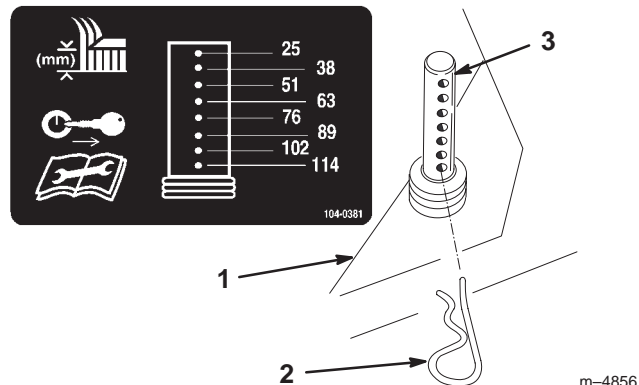

Figure 33
12. Choisissez le trou correspondant à la hauteur de coupe voulue et soulevez le côté et l'avant de la machine pour aligner les trous avant d'introduire la goupille fendue (Fig. 33).